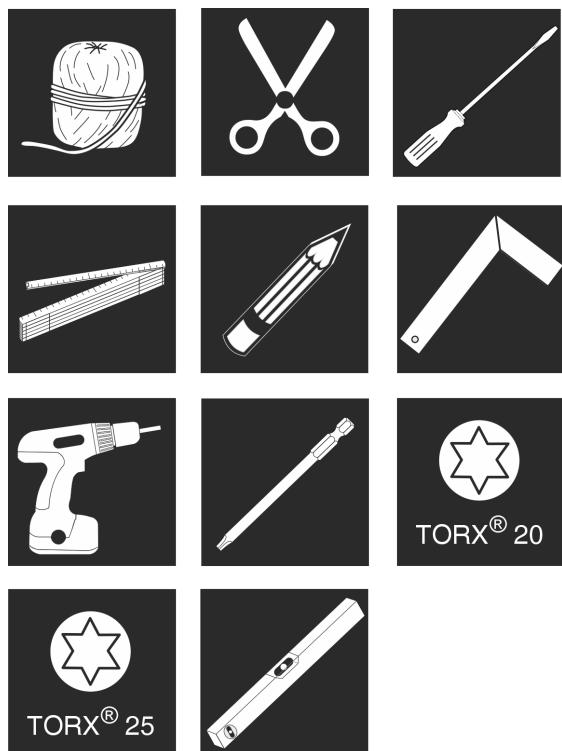

Fig. 9
1. Prichystajte si náradie. *Fig. 9 ()*